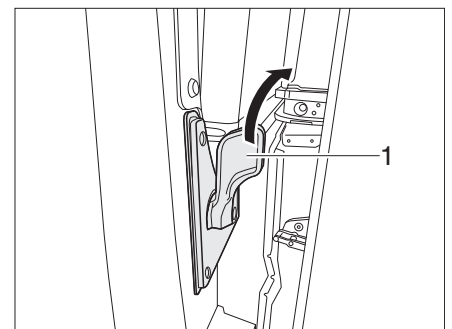

Figura 17 Puerta corredera, eléctrica - pestillo interior
- Abrir:* ■ Presionar el pestillo (Figura 17,1) hacia la derecha. La puerta corredera eléctrica se abre hasta el tope.
- Cerrar:* ■ Presionar el pestillo (Figura 17,1) hacia la derecha. La puerta corredera eléctrica se cierra y entra en la cerradura de la puerta.